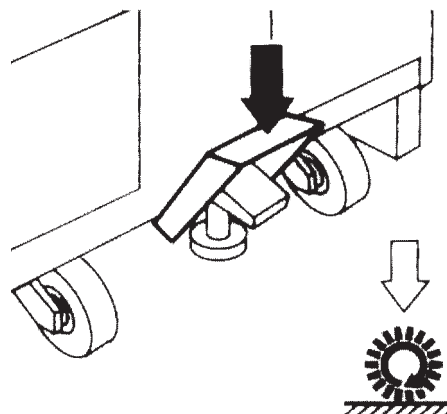

Figure 3
4. Pousser l'interrupteur général (2) en position « I » pour mettre le moteur de la brosse en marche.
5. Pousser l'interrupteur (3) en position « I » pour mettre le moteur d'aspiration en marche.
6. Pousser l'interrupteur de la pompe (4) en position « I » pour lancer le flux de solution vers la brosse.
7. Pousser la pédale (Fig. 3) pour abaisser la brosse et les embouchures sur le sol.
8. En gardant les mains sur le guidon, lancer la machine en poussant les boutons de rotation de la brosse (6) et entamer le travail de nettoyage/séchage.
9. Régler le flux de solution en fonction du type de nettoyage à effectuer avec l'interrupteur (5).
11. En cas de saleté particulièrement agressive, laver à fond le sol en poussant l'interrupteur du moteur d'aspiration (3) sur « 0 », puis relaver le sol et aspirer les liquides en poussant l'interrupteur du moteur d'aspiration (3) sur ON